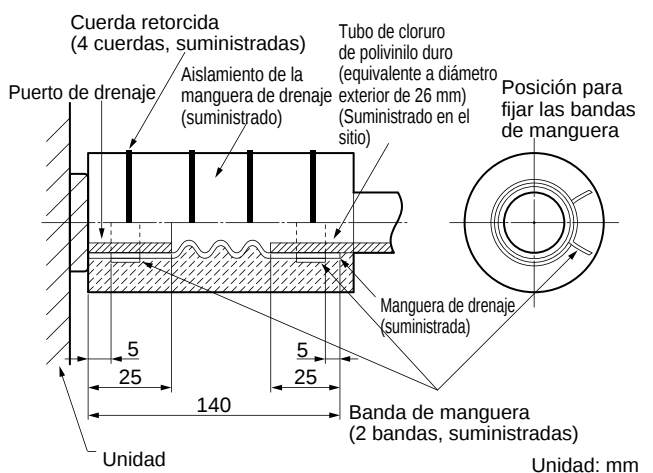

Fig. 3-82
- (1) Prepare un tubo de PVC duro estándar (diámetro exterior de 26 mm) para el drenaje y emplee la manguera de drenaje y la banda de manguera suministradas para evitar fugas de agua. El tubo de PVC debe adquirirse por separado. El orificio de drenaje transparente de la unidad le permitirá comprobar el drenaje. (Fig. 3-82)